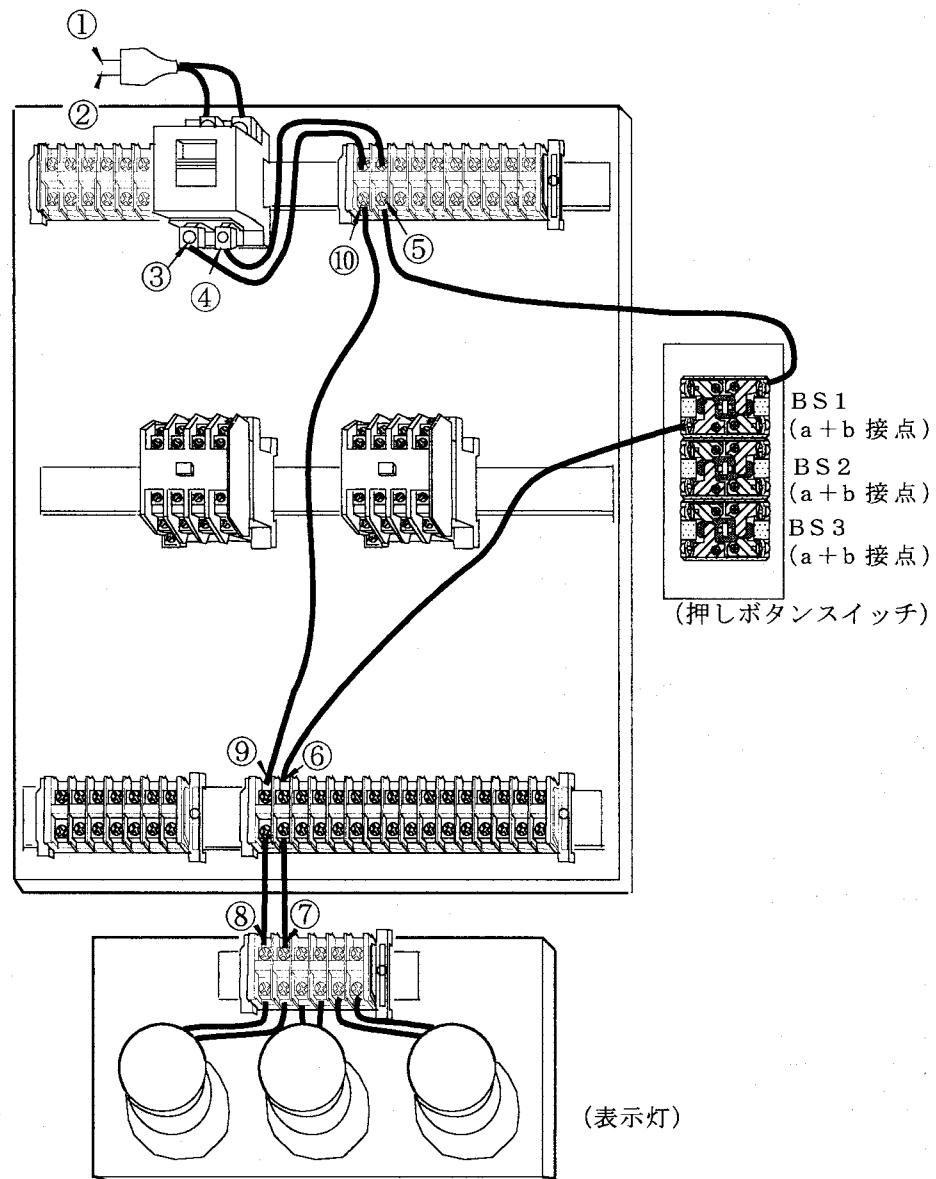

図 3-4 表示灯の点灯の配線
- 1) 押しボタンスイッチの a 接点を使って、押しボタンスイッチを押すと表示灯が点灯する回路を、図 3-4 を参考にして配線しなさい。